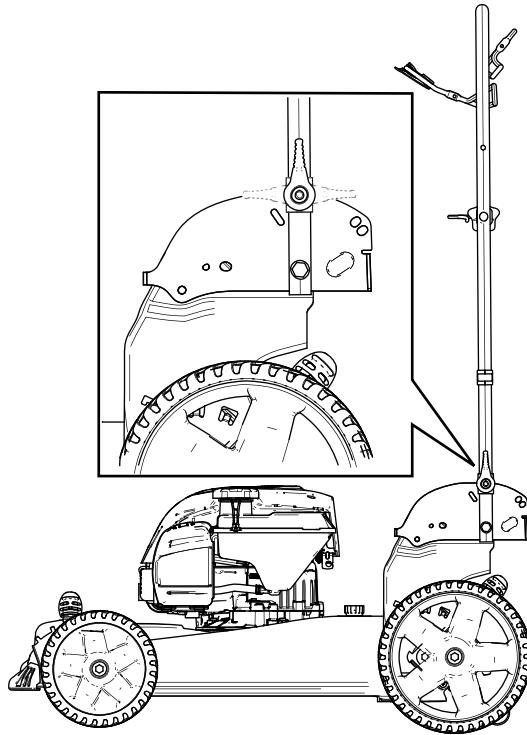

図 29
3. 図 29に示すように、ハンドルを前方に折りたたんで縦位置または完全に前に倒した状態にする。